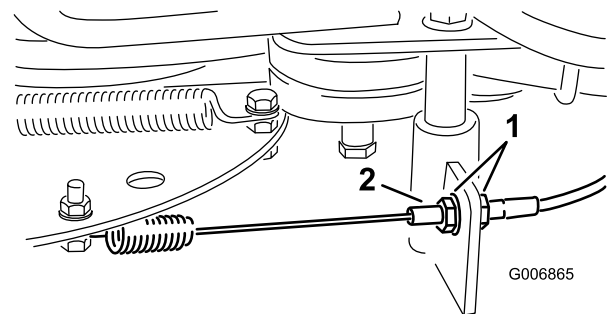

Figura 26
4. Afloje las tuercas del cable del freno de la cuchilla hasta que se deslice el conducto del cable del freno (Figura 26).